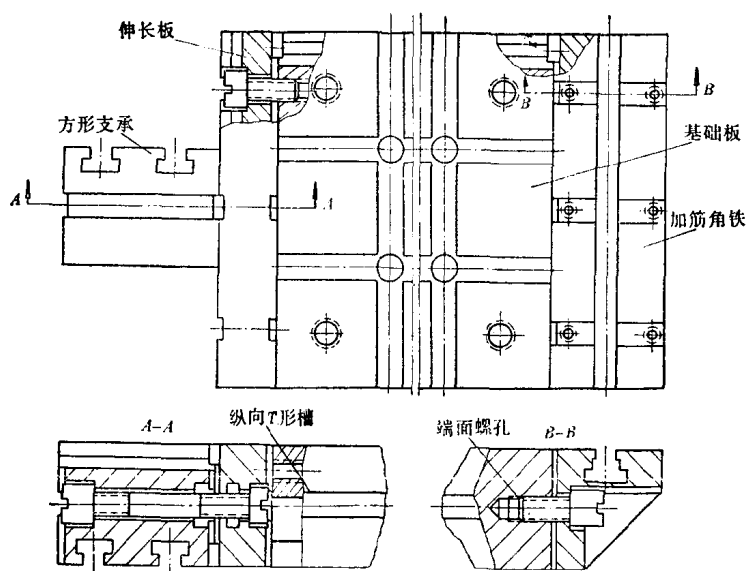
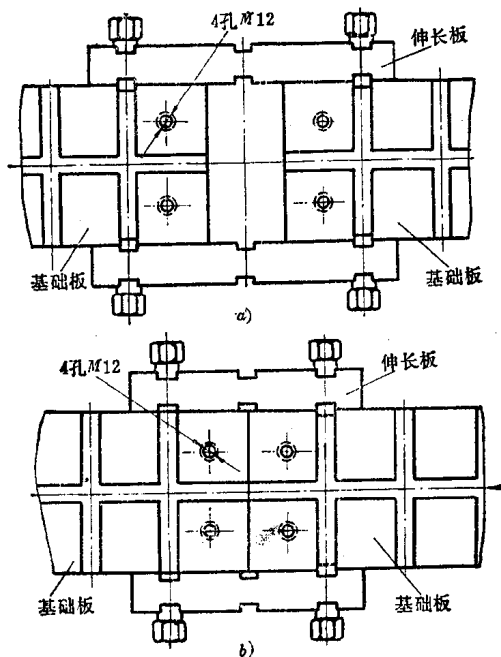

图2-3 利用基础板两端面的螺孔连接元件。
图2-4 两块基础板利用两侧面T形槽互相连接。
1. 方形和长方形基础板的侧面有纵向T形槽，端面有螺孔。通过这些槽和螺孔可在基础板的侧面和端面安装各种元件，或把两块以上的基础板连接起来，从而扩大基础板的使用面积，如图2-3，图2-4。